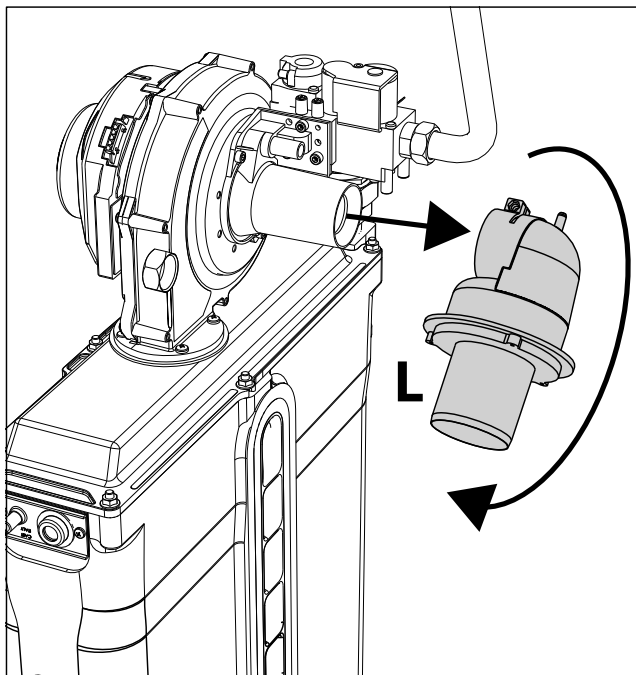

fig. 80
4. Gire y extraiga el selector "L" (vea fig. 80).